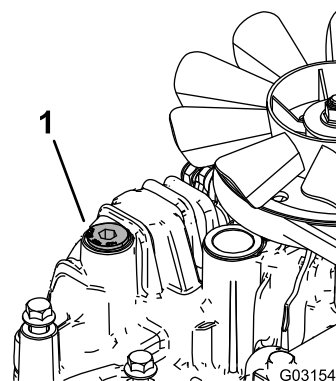

図 71
11. 各トランスミッションに通気プラグを、ぐらつく程度に軽く取り付ける 図 71。